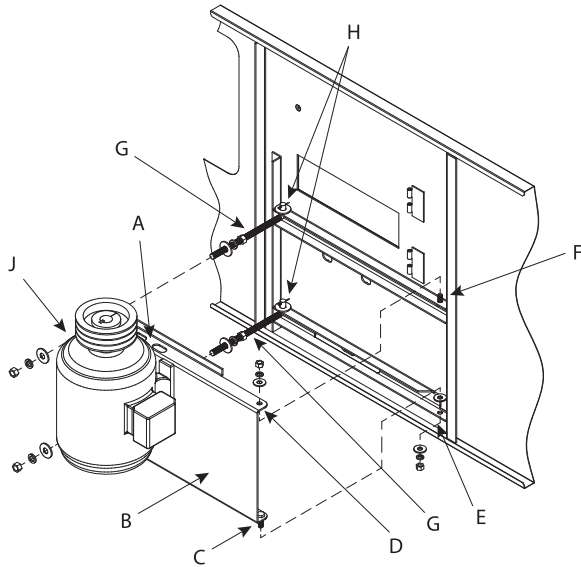

图17a - 外置式电动机的安装
所有宽度小于10' (3m)的机组，其电动机均位于机组外部，轴向安装，如下图17a和17b所示。由于运输宽度限制，电动机不能安装在机组上，因为它们会延伸到卡车宽度之外。因此，电动机、电动机机座、电动机保护罩、“J”型螺栓、销轴和皮带均放置在冷却塔的冷水盘中运输。请按照下面的分步说明正确安装这些组件。
1. 电动机机座安装之前，应先看清图17a。